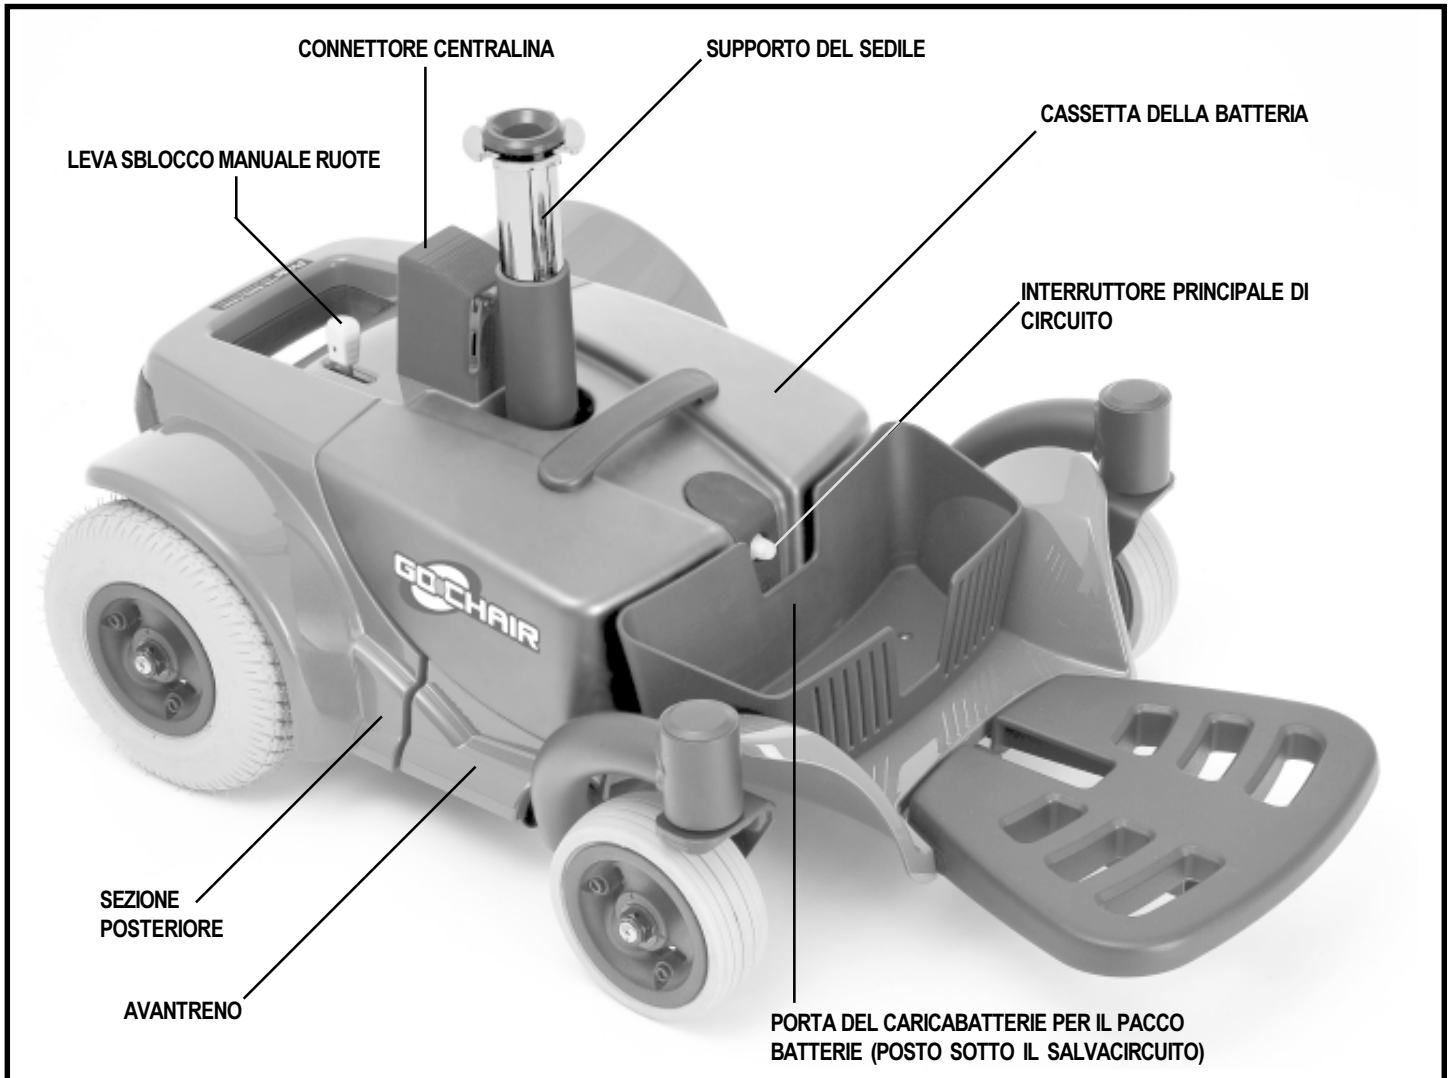

Figura 6. La base di alimentazione della Go-Chair
I componenti elettrici sono ubicati all'interno della base di alimentazione. L'interruttore del circuito principale si trova nella parte anteriore della cassetta della batteria. Il connettore della centralina si trova nella parte posteriore della base di alimentazione. Vedere figura 6.
4. Collegare il connettore della centralina alla base di alimentazione. Vedere figura 6.
7. Collegare il connettore della centralina alla base di alimentazione. Vedere figura 6.